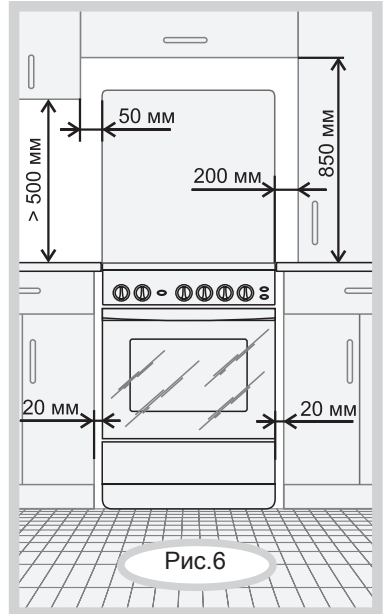

Рис.6
- Расстояния, которые необходимо выдержать при установке плиты, показаны на рис.6. Задняя стенка плиты должна отстоять от поверхности стены не менее чем на 50 мм. Торцы мебели на уровне варочной поверхности стола рекомендуется защитить металлическими накладками.